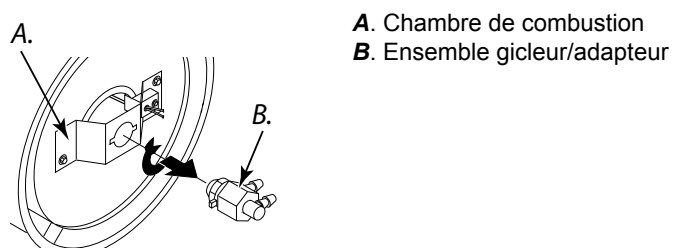

Figure 20 – Dépose de l'ensemble gicleur adaptateur.
4. Tourner le gicleur d'un quart de tour vers la gauche et le tirer vers le moteur pour l'enlever (voir figure 20).